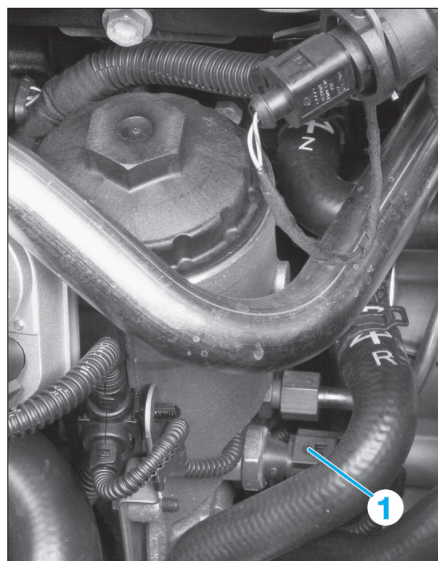

Fig. 30
- Débrancher le connecteur du contacteur de pression d'huile (1) (Fig.30).